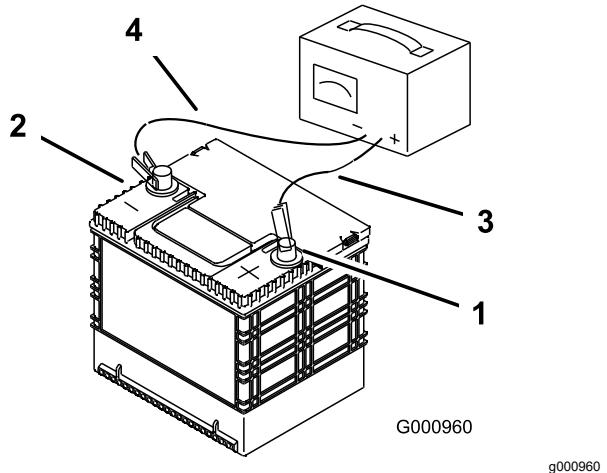

Figure 68
3. Cuando la batería esté completamente cargada, desconecte el cargador de la toma de electricidad, luego desconecte los cables del cargador de los bornes de la batería (Figure 68).